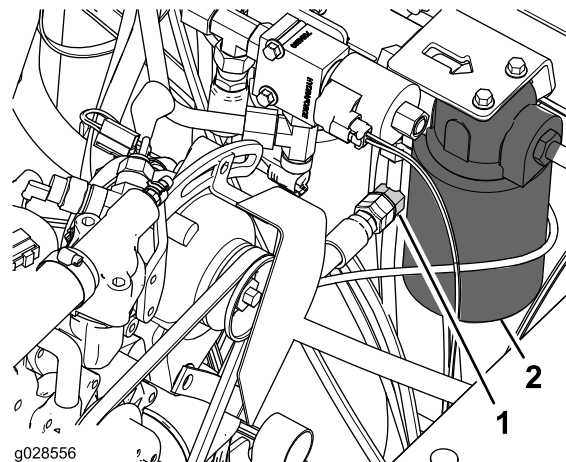

Bild 8
4. Entfernen Sie den Verschluss vom T-Anschlussstück im Hydraulikrohr neben dem Getriebeölfilter (Bild 8).
5. Schließen Sie das freie Ende des Schlauchs (3/8" x 55,6") am T-Anschlussstück (Bild 8) an und ziehen die Drehzapfenmutter des Schlauchs bis auf 37-45 Nm an.
- Schließen Sie das freie Ende des Schlauchs (3/8" x 85,2") am T-Anschlussstück (Bild 8) an und ziehen die Drehzapfenmutter des Schlauchs bis auf 37-45 Nm an.